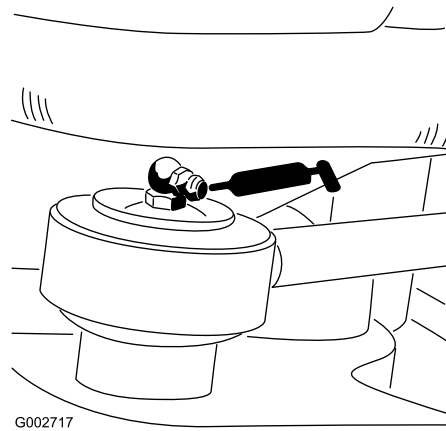

Figura 26
- Extremo de la biela de la dirección (1) – Modelo 08705 solamente (Figura 26)